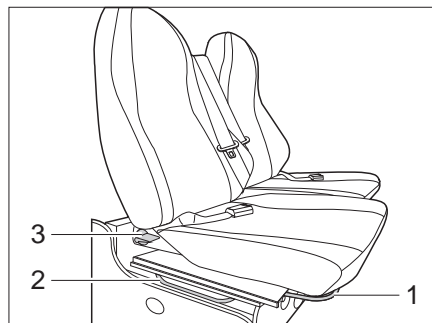

Bild 87 Sittbänk och enkelsäten
- Drag i handtaget (Bild 87,1). Stolen kan skjutas framåt eller bakåt.
- Drag i handtaget (Bild 87,3). Man kan ställa in ryggstödet lutning.
- Drag i handtaget (Bild 87,2). Stolen kan ställas in på tvären mot körriktningen.